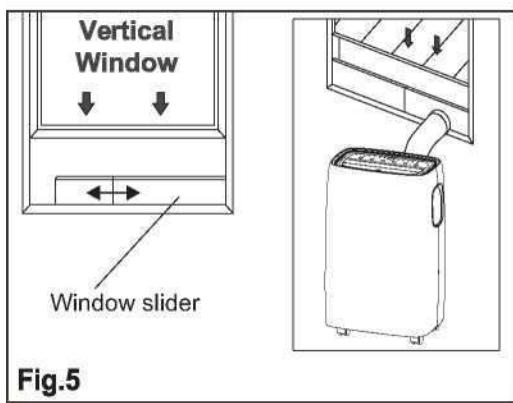

Fig.5
4. Befestigen Sie den Schlauchausslass am Fensterschieberkit und dichten Sie dann ab. (Abb. 5 und 6).